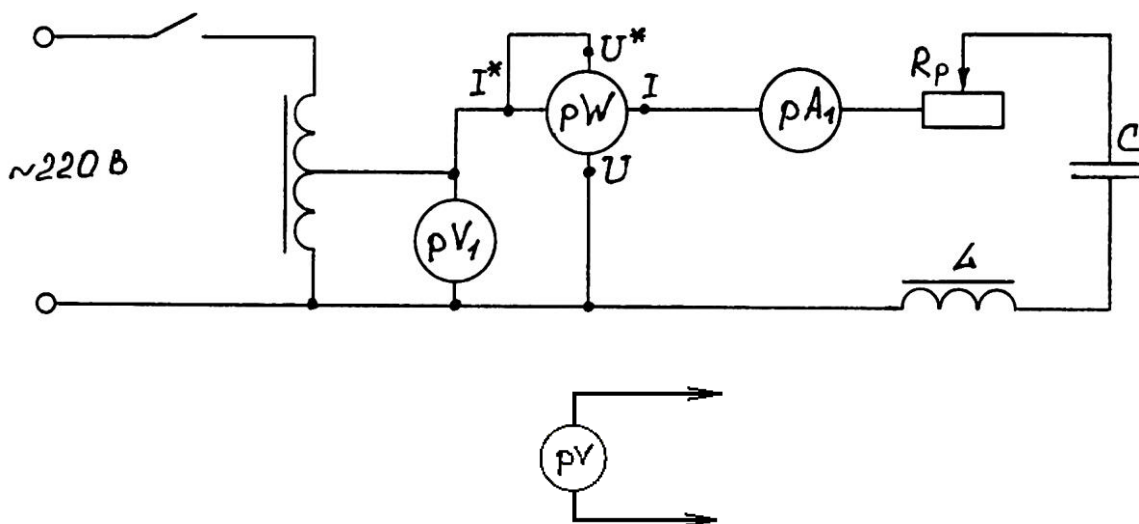

Рисунок 3.3 - Принципиальная схема исследуемой цепи
- 1.2 С помощью соединительных проводов произвести сборку схемы (рисунок 3.3).